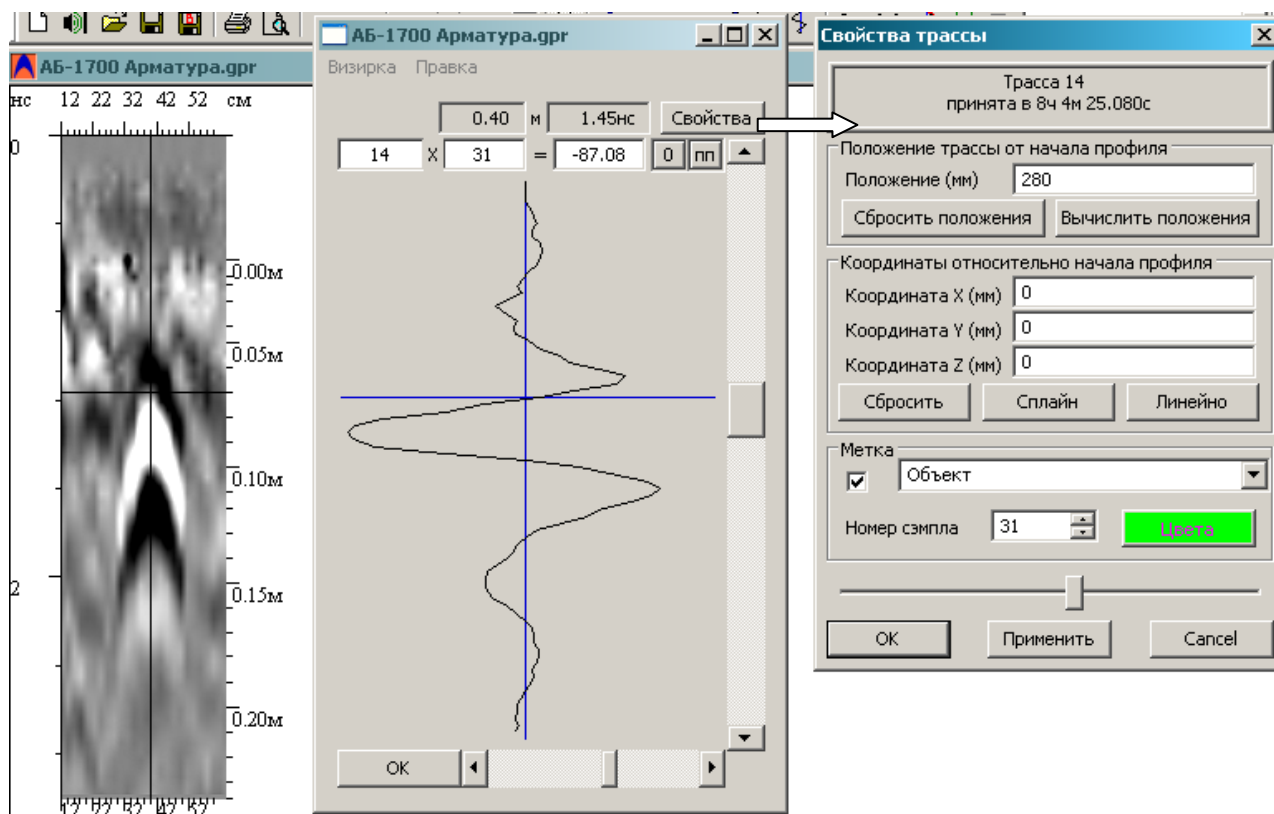

Рисунок 4.7.11 Установка меток.
2. Установить визиры так, как показано на Рисунок 4.7.11(ноль шкалы глубин устанавливается на переходе с первого полу периода сигнала ПП на второй, значит, и метка объекта ставится по такому же правилу).